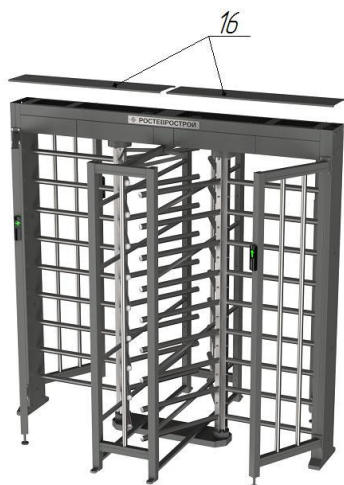

Рис. 7
Режим калибровки. Режим предназначен для установки исходного (нулевого) положения лопастей. Это может потребоваться, например, при замене датчика углового положения лопастей. Для перевода турникета в режим калибровки необходимо снять крышку привода (Рис.7) и нажать красную кнопку включения режима калибровки (кнопка расположена на боковом ребре корпуса привода). При включении режима калибровки раздается прерывистый звуковой сигнал и мигает зеленым индикатор прохода одного из направлений (другой проход горит красным).
5. *Окончательная сборка (рис. 7, 8):*